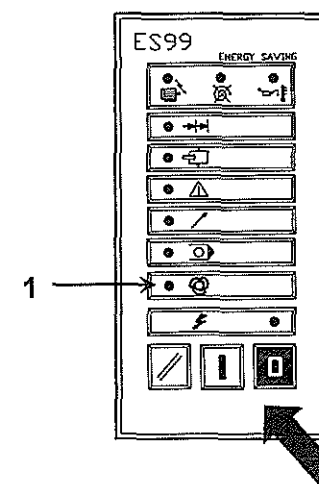

FIG. 24A
- Poner en marcha el compresor apretando primero el botón "I" Fig. 24A y inmediatamente circa de 1 segundo para apretando el botón "0" Fig. 24A .
- Si el giro de rotación es correcto, el papel ref. 3 es levantado de l'aire en salida (véase Fig. A)
ATENCIÓN: la puesta en marcha de la máquina se inhibe durante 10 segundos a a partir del momento de la alimentación de la tarjeta (Led Ref. 1 Fig. 24A intermitente)